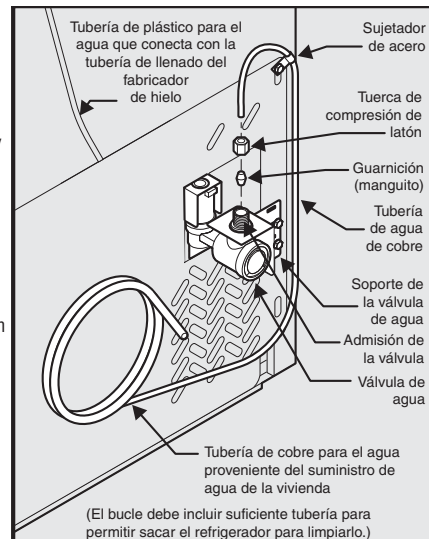
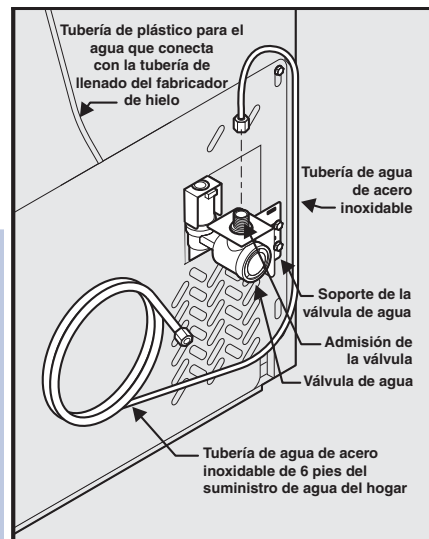

Figura 1
Figura 2
4. Si utiliza tuberías de cobre, deslice la tuerca de compresión de latón y la guarnición (manguito) en la tubería de suministro de agua. Inserte la tubería de agua en la admisión de la válvula de agua tan adentro como sea posible (1/4" / 6,4 mm). Inserte la guarnición (manguito) en la admisión de la válvula y apriete a mano la tuerca de compresión en la válvula. Apriete media vuelta adicional con una llave. NO apriete demasiado. **Vea la figura 1.** Si utiliza tuberías de acero inoxidable, la tuerca y la férula ya están colocadas en la tubería. Deslice la tuerca de compresión sobre la admisión de la válvula y apriétela a mano. Apriete media vuelta adicional con una llave. NO apriete demasiado. **Vea la figura 2.**